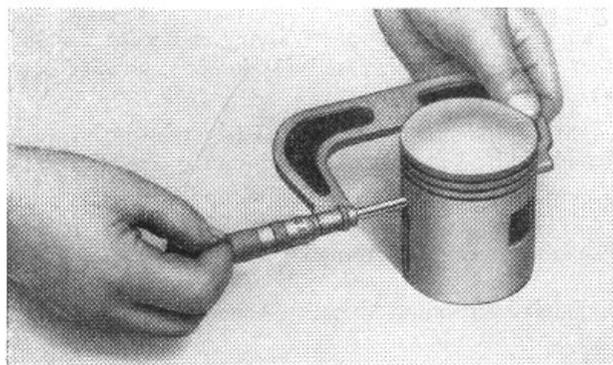

Bild M 51. Kolbendurchmesser prüfen
3. Die Messung des Kolbendurchmessers erfolgt mit Mikrometer 75...100 mm, und zwar am Kolbenhemd (Bild M 51).